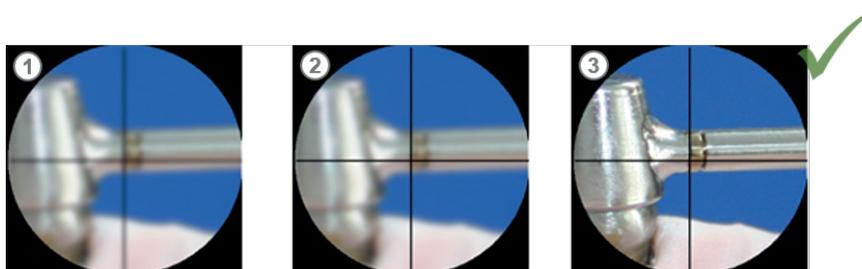

Figure 19 : Régler l'embout du microscope
- ▶ Positionnez une pièce de travail test plate (par ex. un morceau de tôle) sous l'objectif laser. Réglez la hauteur à l'aide d'une table élévatrice adaptée de façon à faire la mise au point sur l'objet avec l'œil dominant (voir Figure 19, à droite).